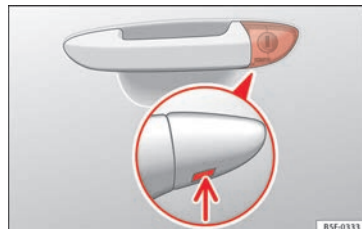

Fig. 3 Maneta de la puerta del conductor: Bombín de cierre oculto.
- Introduzca el espadín en la abertura inferior de la tapa de la maneta de la puerta del conductor » » fig. 3 (flecha) y retire la tapa de abajo hacia arriba.